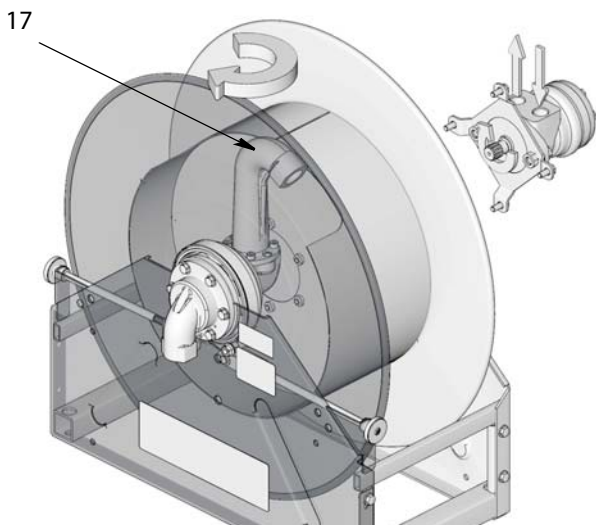

FIG. 25
- b. Поверните выпускной патрубок (17) на 180°, как показано на FIG. 25.